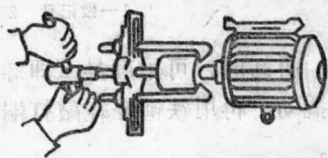

图2-2 拉脚（拿子、拉轮器）的操作
2. 拆卸带轮（皮带轮）或联轴器 在拆带轮或联轴器之前，如有顶丝（即支头螺丝），需先松开，然后用拉脚（又称拿子、拉轮器）把带轮或联轴器慢慢地拉出来。在拉取之后，不要忘记取下固定带轮的键。对于年久失修已锈死的带轮，可事先在带轮与轴的缝隙中加一点煤油，然后再用錘子在带轮的四周轻轻敲打，即可拉出。拉动时，要找好平衡，使被拉件受力均匀，如图 2-2 所示。